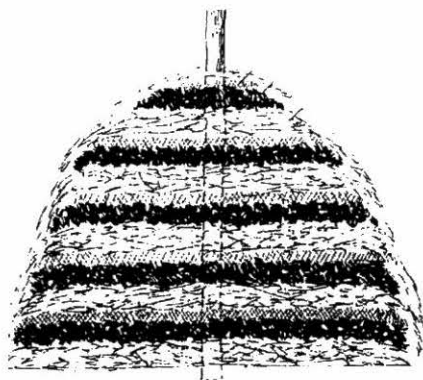

Figura 3. Arrume de ingredientes para elaboración de bocashi
6. Por ultimo agregue agua. (Véase figura 3)